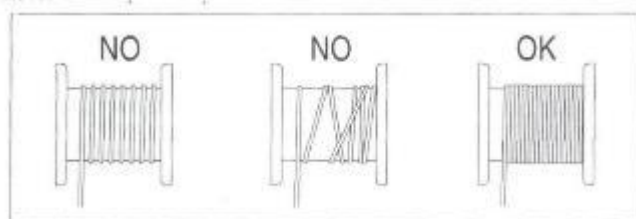

Рисунок 4. Намотка троса на катушку.
- Перед тем, как начать работу, проверьте правильно ли намотан трос на катушку (см. рисунок 4).